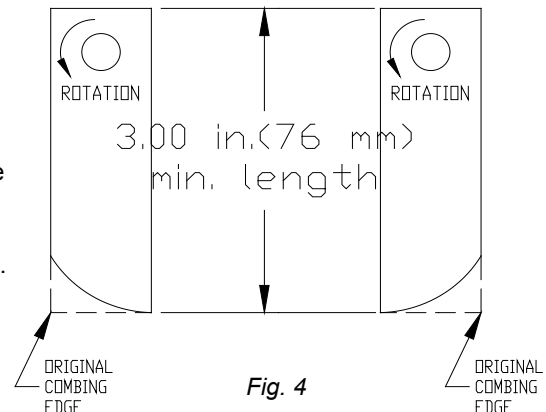

Fig. 4
4. Inspicér bladene for slid og udskift med det samme bøjede eller revnede blade. Mål bladets samlede længde. (Se Fig. 4)